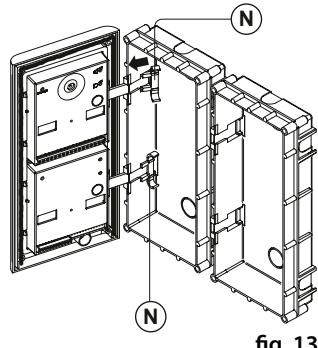

fig. 13
- Continue from step 4 of surface mounting instructions , but at step 7 hook the hinge locks **N** as shown on **Fig. 13**.
- Continuer du pas 4 de l'installation de surface, mais au pas 7 accrocher les butées des charnières (N) comme illustré sur la Fig. 13.